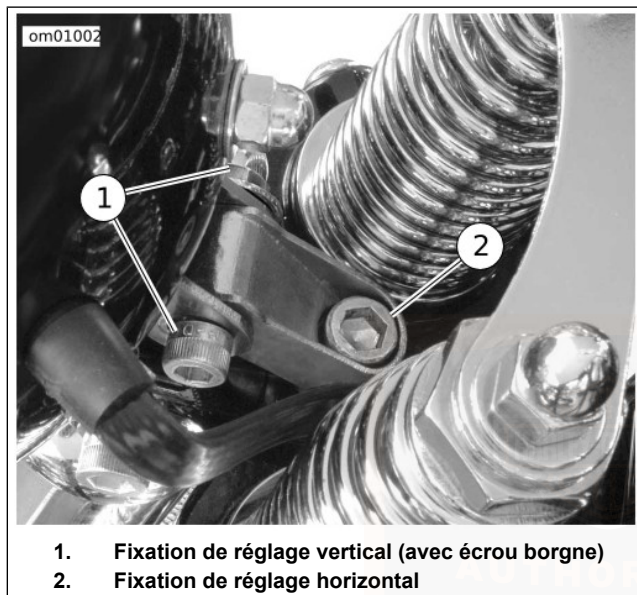
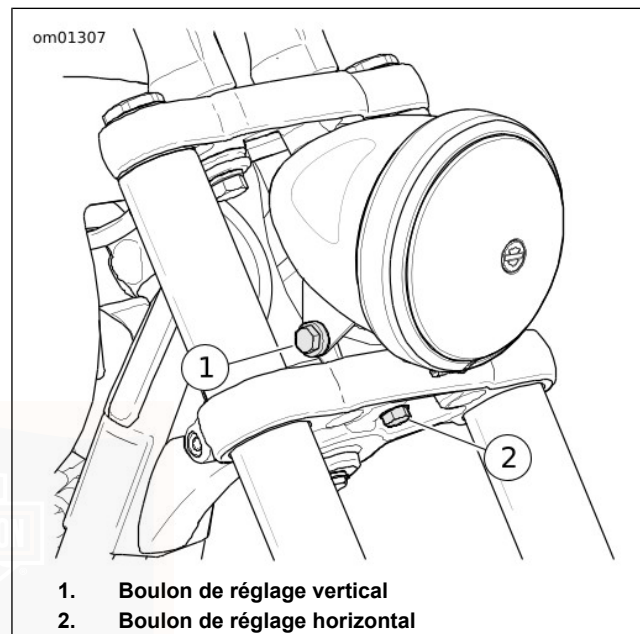

Figure 44. Réglage du phare : FLSTSB
Figure 45. Réglage du phare : Modèles Softail sauf FLST-SB (typique)
1. Voir Figure 44 (FLSTSB) ou Figure 45 (autres modèles). Desserrer la fixation de réglage horizontal (2). Basculer le phare vers la gauche ou vers la droite pour diriger le faisceau lumineux droit devant.
2. Serrer la fixation de réglage horizontal (2) à un couple de 40,7–47,5 N·m (30–35 ft-lbs).
3. Desserrer la fixation de réglage vertical (1). Basculer le phare vers le haut ou vers le bas par rapport à la ligne horizontale selon l'inspection de l'alignement du phare.
4. Serrer la fixation de réglage vertical (1) à un couple de :